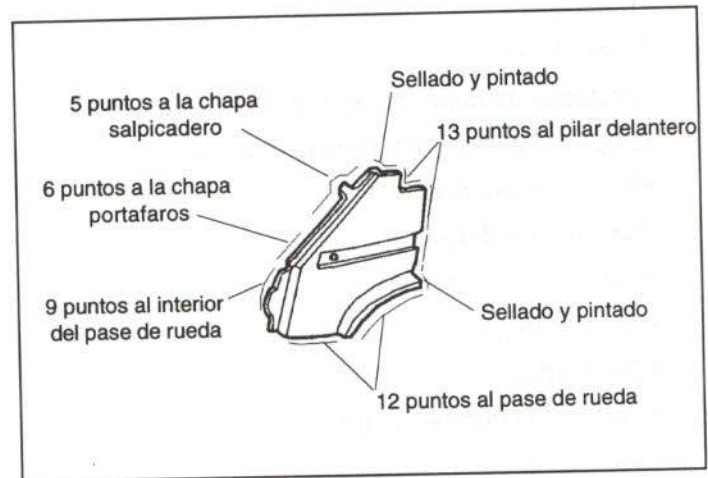

Figura 28.- Unión de la aleta delantera
La aleta delantera va soldada al resto de la carrocería. En la figura 28 se muestra el número y la distribución de los puntos de soldadura.
- Aleta delantera (figura 28)